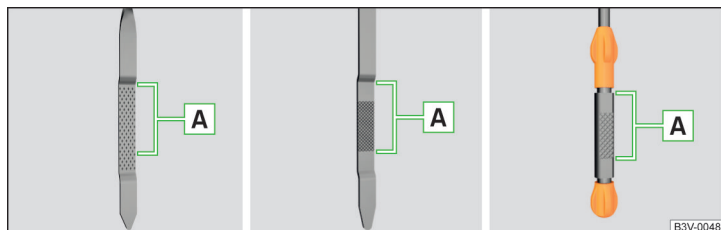

Abb. 154 Prinzipdarstellung: Ölmesstab
Ölmesstab » Abb. 154
- Der Ölstand darf keinesfalls oberhalb oder unterhalb des Bereichs **A** » Abb. 154 liegen - es besteht die Beschädigungsgefahr des Motors sowie der Abgasanlage.